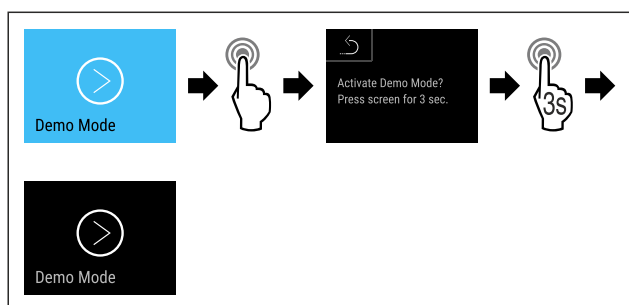

Fig. 161
- ▶ Stappen (zie Fig. 161) uitvoeren.